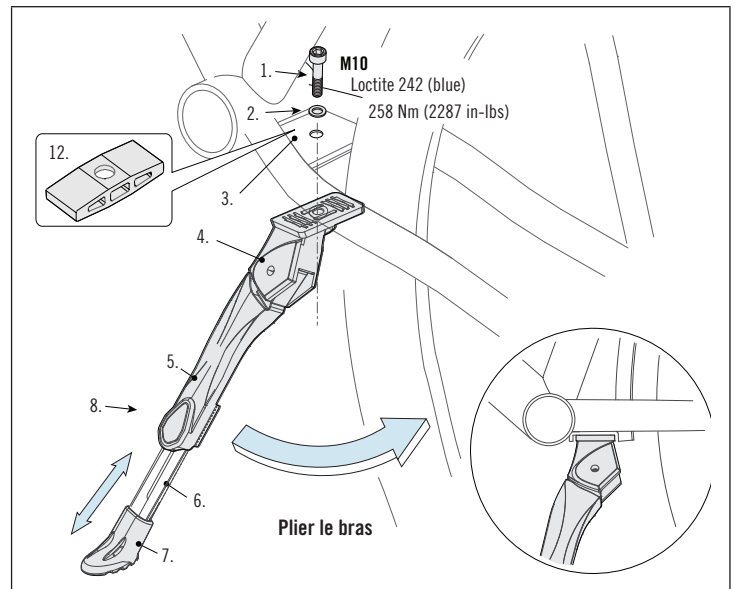

Figure 2.
Installation et Réglage : (Figure 2.) Installez la béquille sur le support de fixation centrale (3) du cadre ou utilisez l'adaptateur* (12). Appliquez un produit frein-filet de force moyenne sur le filetage du boulon (1). Insérez l'ensemble formé par le boulon et la rondelle (2) dans le support et vissez sur la béquille (4). Serrez le boulon au couple de serrage spécifié. La longueur du bras (5) de la béquille est réglable. Pour ce faire, desserrez la vis de réglage (8) à l'aide d'un tournevis cruciforme, puis réglez la longueur du bras (6) de sorte que le pied (7) touche le sol. Une fois terminé, resserrez fermement la vis de réglage (8).
* L'adaptateur (12) est fourni avec les vélos non équipés d'un support de béquille soudé, mais compatibles avec l'installation d'une béquille centrale.